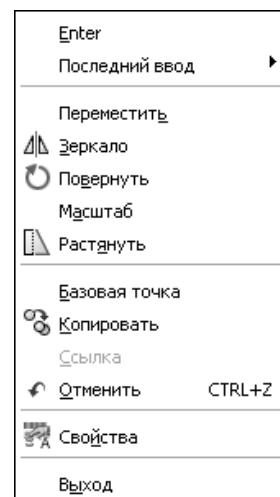

Рис. 8.6 ▶ Контекстное меню маркера выделения, выбранного в качестве базового
3. Нажмая **Пробел**, выберите нужный вам инструмент из перечисленного выше набора. (Можно также щелкнуть правой кнопкой мыши и выбрать нужную команду из появившегося меню, показанного на рис. 8.6.)